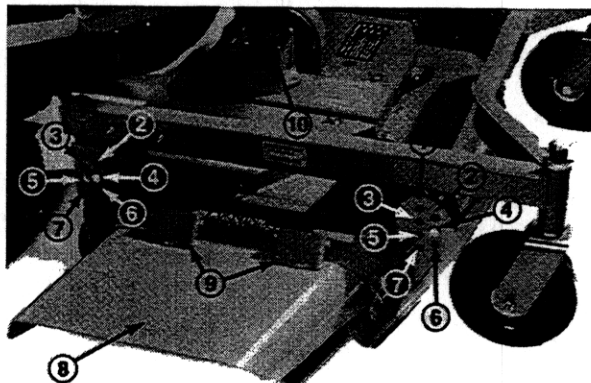

Figure 1
Le déflecteur d'herbe (Fig. 1) est un dispositif de sécurité destiné à dévier l'herbe ou tout autre corps étranger éjecté vers le bas. Sans le déflecteur monté sur l'unité de coupe et sans les charnières à ressort qui le maintiennent baissé, les lames peuvent projeter de l'herbe et des corps étrangers par l'orifice d'éjection avec suffisamment de force pour causer des dégâts matériels ou des blessures corporelles. Si le déflecteur ou les charnières à ressort sont usés, cassés ou endommagés, réparer ou remplacer la ou les pièce(s) concernée(s). Ne jamais utiliser l'unité de coupe sans le déflecteur. Toujours vérifier que la goulotte du déflecteur se trouve dans la position la plus basse.
2. Après 50 heures d'utilisation, abaisser l'unité de coupe de manière à ce que les roues pivotantes reposent sur une surface horizontale. Vérifier que tous les axes de chape se trouvent dans les mêmes trous. Nettoyer la surface autour du couvercle du boîtier d'engrenage (Fig. 1) pour éviter la pénétration de corps étrangers dans le boîtier. Enlever les vis de fixation du couvercle sur le boîtier et déposer le couvercle. Vérifier le niveau d'huile dans le boîtier d'engrenage. Le cas échéant, faire l'appoint en versant de l'huile de viscosité SAE E.P. 90 jusqu'à l'arbre horizontal (d'entrée) du boîtier d'engrenage. Vérifier l'état du joint et le remplacer s'il est endommagé ou usé.